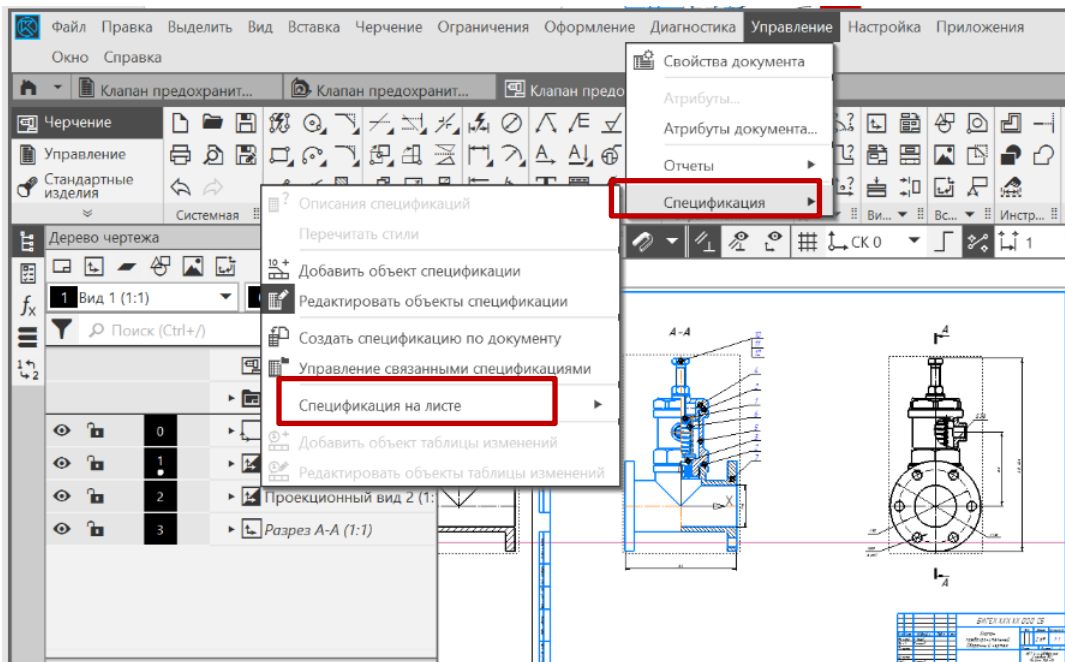

Рис.33 Команда «Показать спецификацию на листе»
- Управление- Спецификация-Спецификация на листе – Показать (рис. 33).